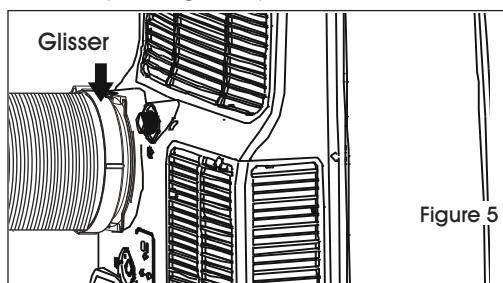

Figure 5
4. Fixez l'ensemble sur l'appareil en le glissant en place. (Voir Figure 5)